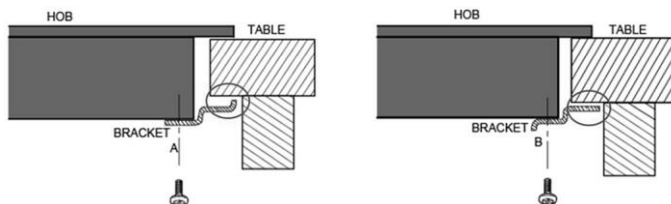

Fig. 6
- Veiller à ce que les supports de montage, après installation, ne touchent pas les surfaces intérieures de la table de travail (voir la fig.6).